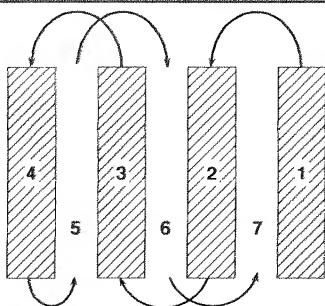

FIG. 9
- Va a descubrir que el labrado se facilita si deja una fila sin labrar entre las pasadas. Entonces vuelva de nuevo entre las filas de cultivo(Vea la Fig. 9). Hay dos razones para hacer ésto. Primero, las vueltas amplias se pueden realizar con más facilidad que las cerradas. Segundo, la cultivadora no estará empujándose a sí misma y a usted hacia la próxima hilera.